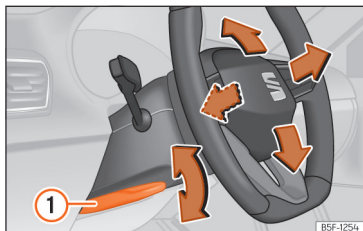

Abb. 89 Hebel auf der linken unteren Seite der Lenksäule.
• Hebel »» (Abb. 89) ① nach unten schwenken, Lenkrad in die gewünschte Position bringen und Hebel wieder bis zum Schließpunkt nach oben drücken.
• Den Hebel »» (Abb. 89) ① nach dem Einstellen immer fest nach oben schwenken, damit das Lenkrad während der Fahrt nicht unbeabsichtigt seine Position verändert.